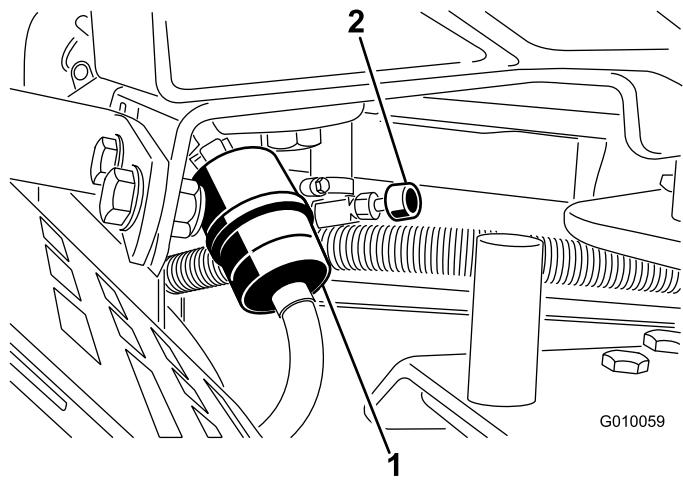

図 51
2. 燃料バルブを閉じる（図 51）。
3. 燃料フィルタについているクランプをゆるめ、フィルタからはずす（図 51）。
4. フィルタから燃料ホースを抜き取る（図 51）。燃料バルブを開き、排出される燃料を容器に受ける。
5. フィルタに燃料ホースをつなぎ、クランプで固定する（図 51）。
3. 古いフィルタのクランプをゆるめて脇に寄せる（図 51）。
5. 新しいフィルタをホースに取り付け、クランプで固定する（図 51）。
7. 燃料バルブを開く（図 51）。